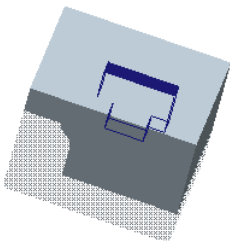
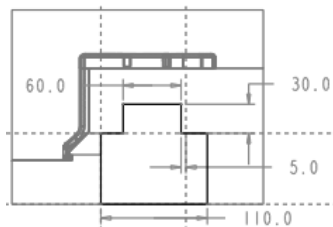

图 26.24 拉伸特征
图 26.25 截面草图
Step2. 创建图 26.24 所示的“切除”拉伸特征。
(1) 单击 **模具** 功能选项卡 **形状** ▾ 区域中的 按钮, 此时系统弹出“拉伸”操控板, 将“去除材料”按钮 按下。
(2) 定义草绘截面放置属性。在绘图区中右击, 选择快捷菜单中 **定义内部草绘...** 命令。系统弹出“草绘”对话框, 然后选择 MOLD_FRONT 基准平面作为草绘平面, 草绘平面的参考平面为 MOLD_RIGHT 基准平面, 方位为 **右**, 单击 **草绘** 按钮, 系统进入截面草绘环境。
(3) 进入截面草绘环境后, 选取 MOLD_RIGHT 基准平面和坯料边线为草绘参考, 然后绘制图 26.25 所示的截面草图, 完成截面草图的绘制后, 单击“草绘”操控板中的“确定”按钮 。
(4) 选取深度类型并输入深度值。在操控板中选取深度类型 , 再在深度文本框中输入深度值 25.0, 并按 Enter 键。
(5) 在“拉伸”操控板中单击 按钮, 完成特征的创建。